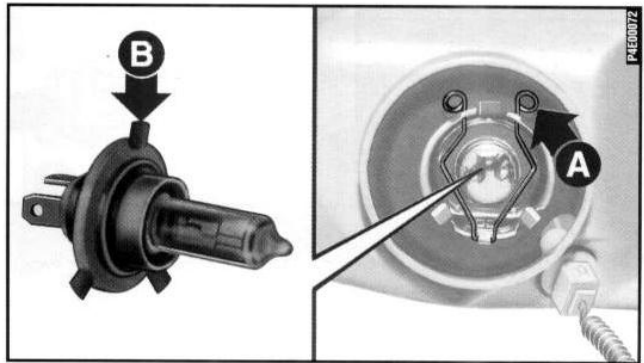

fig. 13
- 2) Desenganchar o grampo de fixação **A**-fig. 13 e remover a lâmpada.